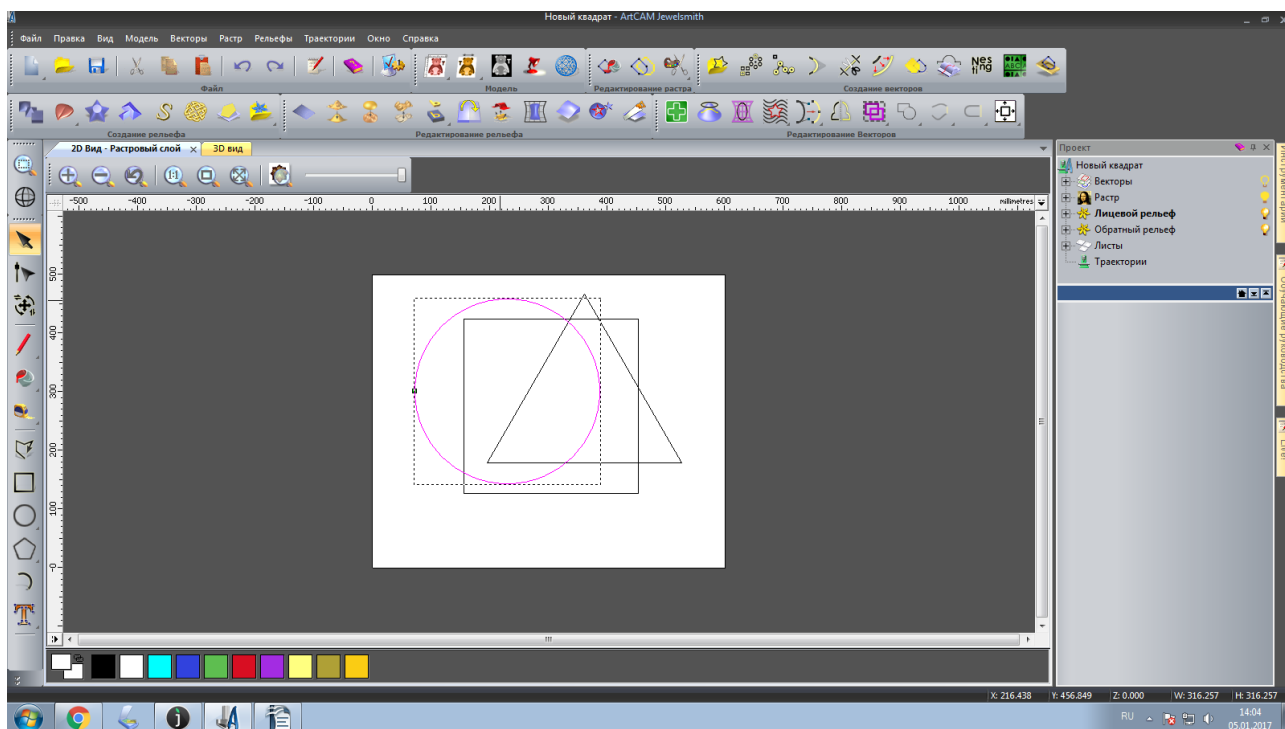

Рисунок 13. Выделение круга
14. Щелкните левой клавишей мыши на круг тем самым выделив его, рисунок 13